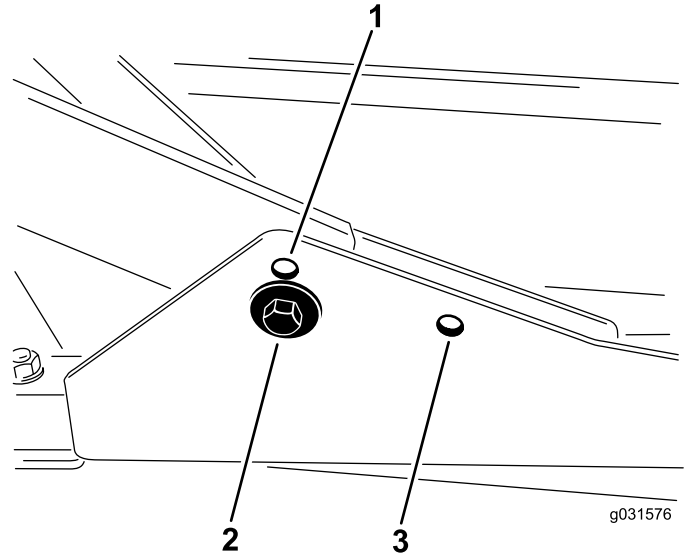

Figura 17
1. Para alturas de corte na gama de 2 a 7,6 cm, monte as estruturas de suporte frontais nos furos de montagem frontais inferiores (Figura 17).
furos de montagem frontais superiores (Figura 17).
Para todas as alturas de corte, monte a unidade de corte traseira nos furos de montagem traseiros (Figura 17).